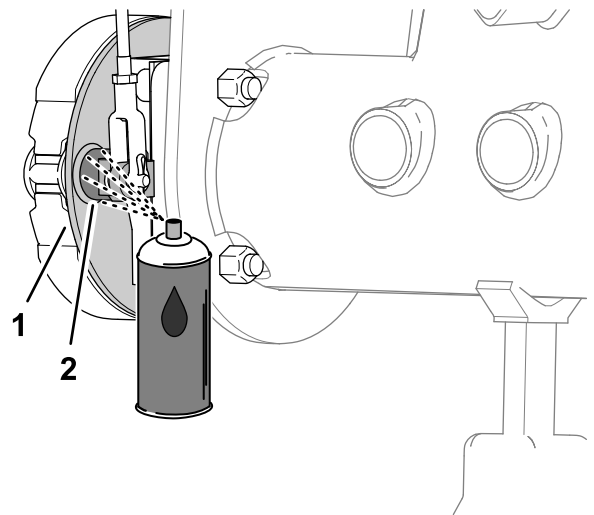
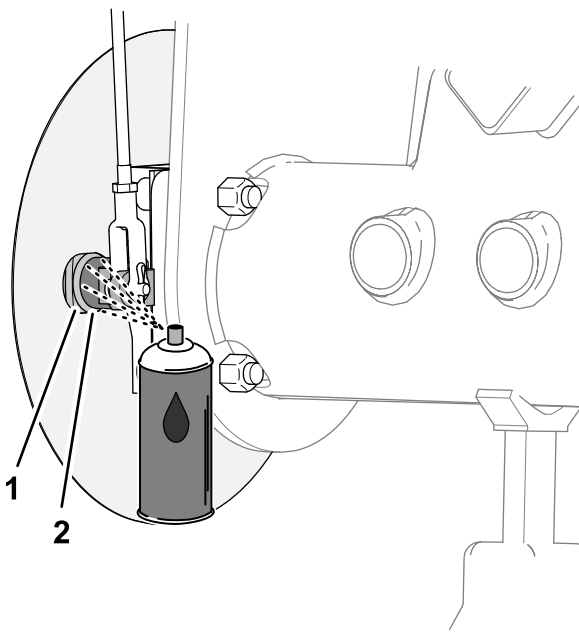

Figure 68
Figure 69
1. Sur l'intérieur du plateau de frein (modèles sans l'option déflecteur d'herbe de jante) ou du déflecteur d'herbe de roue (modèles avec l'option déflecteur d'herbe de jante), pulvérisez du dégrissant entre l'arbre à came de frein et le plateau de frein (Figure 68 ou Figure 69).